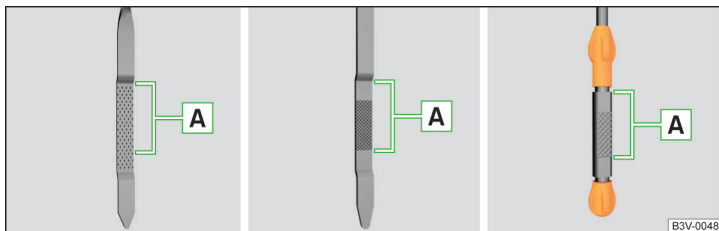

Fig. 229 Prezentarea în principiu: Joja de ulei
Joja de ulei » fig. 229
- Nivelul uleiului nu trebuie să fie în niciun caz sub sau deasupra domeniului **A** » fig. 229 - există pericol de deteriorare motorului, precum și a instalației de evacuare a gazelor arse.